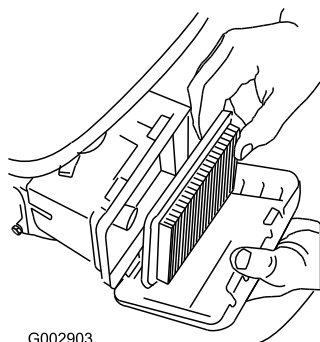

Figure 38
3. Retirez le filtre à air (Figure 38).